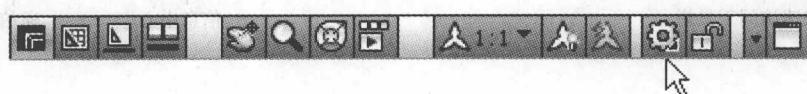
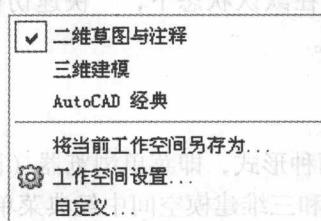

图 1-6 切换工作空间在状态栏中的位置
图 1-7 状态栏切换工作空间控制菜单
- 状态栏: 单击状态栏右侧的“切换工作空间”图标 (图 1-6 箭头指示位置), 将打开控制菜单 (图 1-7), 使图标变暗为关闭。